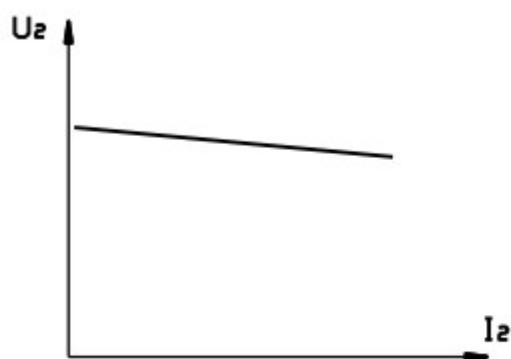

Рис.2
В режиме нагрузки определяется внешняя характеристика трансформатора (рис.2): $U_2 = f(I_2)$, при $U_1 = \text{const}$, $\cos\varphi = \text{const}$, в основе которой лежит уравнение (6).